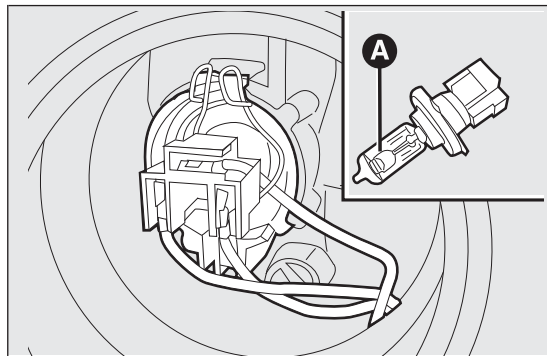

fig. 136
- ☐ extraer la lámpara A fig. 136 del conector B y sustituirla;